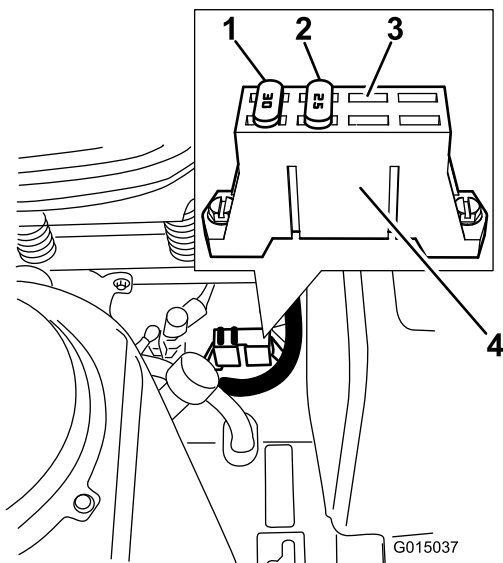

Figura 55
1. Los fusibles están situados en la consola de la derecha, junto al asiento (Figura 55).
3. Instale un fusible nuevo del mismo amperaje que el fusible que retiró (Figura 55).